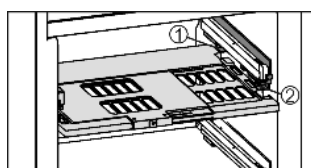

Fig. 14
- Установка пластины регулировки влажности: поперечные ребра крышки на пластине вставить через низ в задний держатель *Fig. 14 (1)* и защелкнуть спереди на держателе *Fig. 14 (2)*.